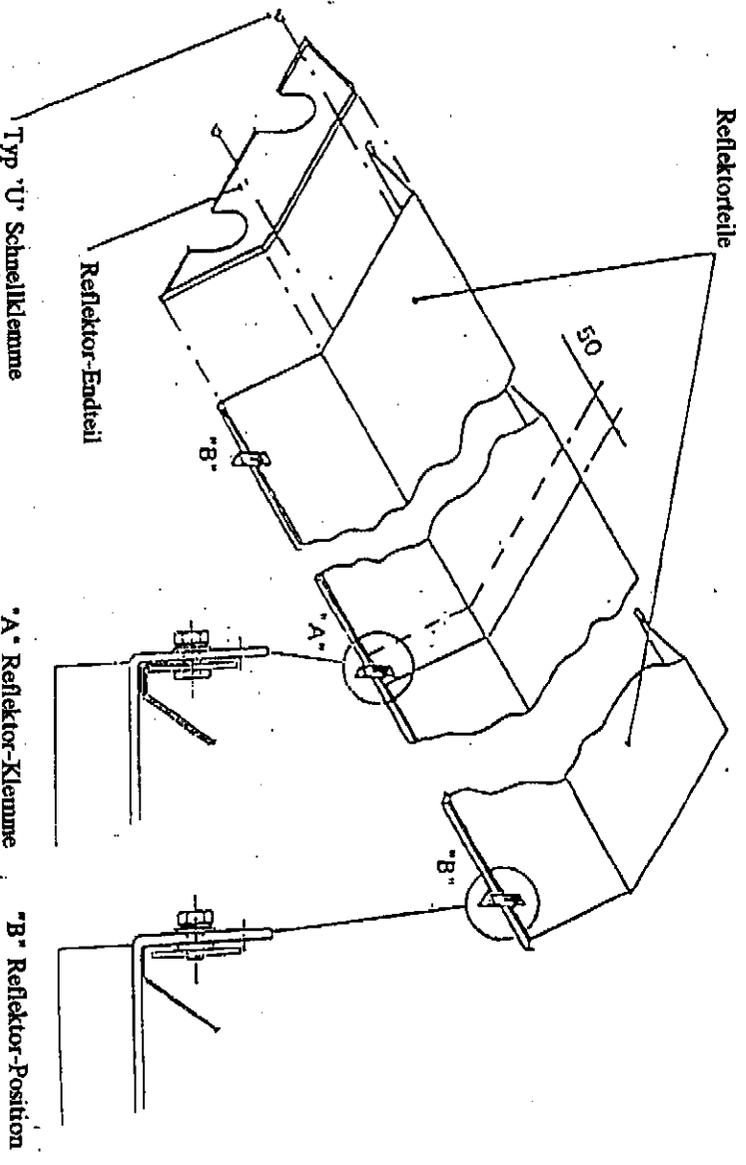

Abb. 11
- 4.1.5 Platzieren Sie die beiden Reflektorteile auf die Aufhängevorrichtungen so, daß eine 50mm Überlappung in der Mitte gleichmäßig um die Mitte der Aufhängevorrichtung arrangiert, entsteht. Klammern Sie die beiden Reflektorteile an die Mitte der Aufhängevorrichtung indem Sie zwei Befestigungsschrauben und M6 Satzschrauben und Dichtungsringe (Befestigungspaket) verwenden. Schrauben Sie die restlichen (4) Befestigungsschrauben an die zwei äußeren Aufhängevorrichtungen, so daß Sie Platz für die Enden der Reflektorteile wie in der Abb. 11 unten beschaffen.
- 4.1.6 Platzieren Sie die Reflektorenteile (eingekert) über die Strahlerröhren und in das Ende des Reflektorenteils, so daß das Endeiflansch mit dem Ende des Reflektors bündig ist. Sichern Sie das Reflektorendeil an dem Reflektorteil unter Gebrauch von 6 gelieferten U-Typ Schnellklammern (Befestigungspaket); 2 Klammern pro Facette des Reflektorteiles, wie in Abb. 11 oben gezeigt.